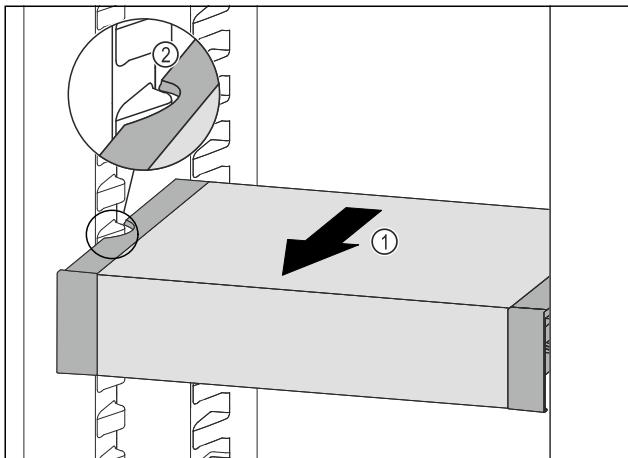

Fig. 108
- VarioSafe tiahajte dopredu Fig. 108 (1), kým sa bočné vybrania VarioSafe nebudú nachádzať vo výške rebra nádoby v chladničke. Fig. 108 (2)